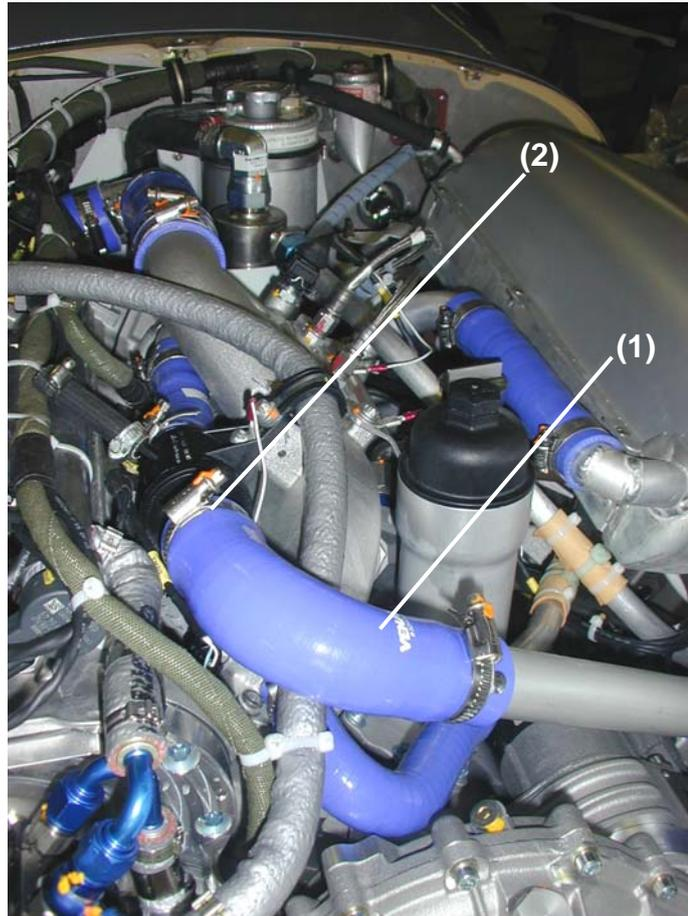

Bild 1/ Figure 1
- Die Schelle von dem Schlauch entfernen, der vom Thermostat zum Kühlmittelkühler (P/N 54.81.00.020) führt. Siehe Bild 1.
- *Remove the clamp of the hose from thermostat to coolant radiator (P/N 54.81.00.020). See Figure 1.*